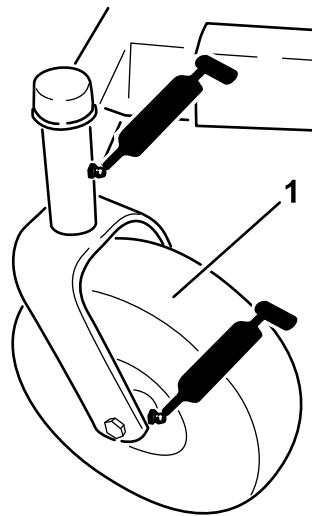
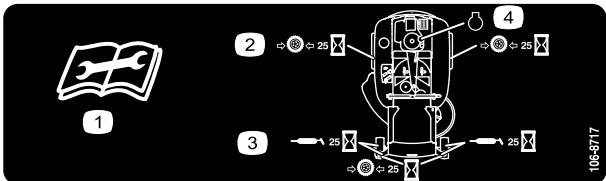

Figura 26
Figura 27
3. Limpie con un trapo los puntos de engrase (Figura 26) y (Figura 27). Asegúrese de rascar cualquier pintura que hubiera sobre los puntos de engrase.
4. Conecte una pistola de engrasar a cada punto de engrase (Figura 26 y Figura 27). Bombee grasa hasta que empiece a rezumar grasa de los cojinetes.